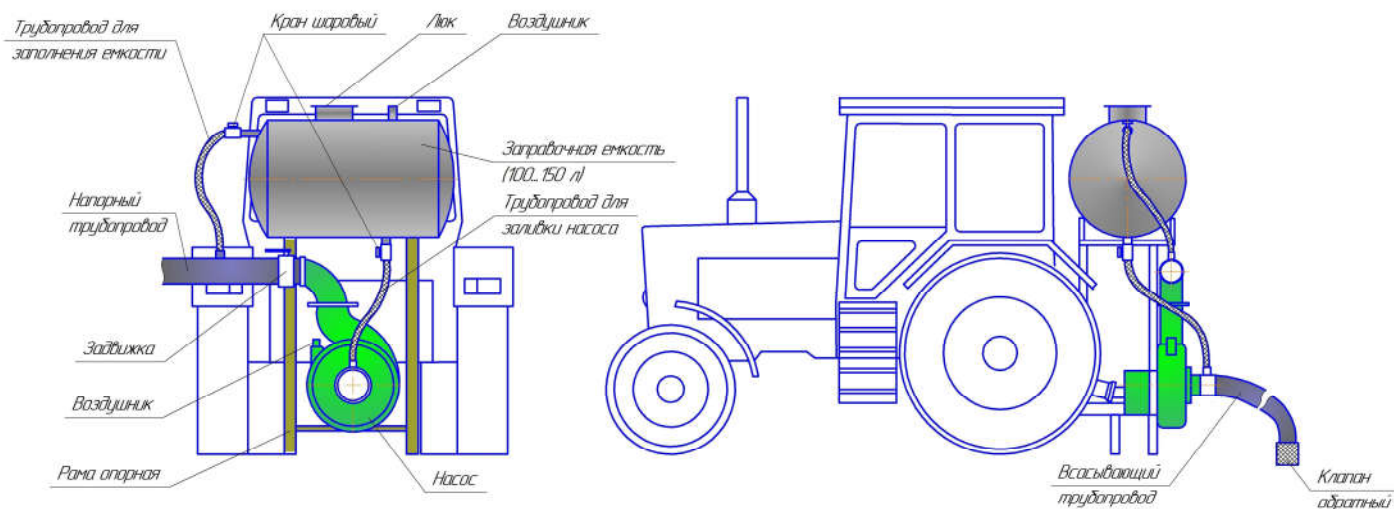

Рис. 1 Схема запуска насоса от вала отбора мощности с помощью заправочной емкости
- Заполните рабочую полость насоса и всасывающий трубопровод жидкостью с помощью ручного насоса, электронасоса или с помощью заправочной емкости (см. рис. 1).